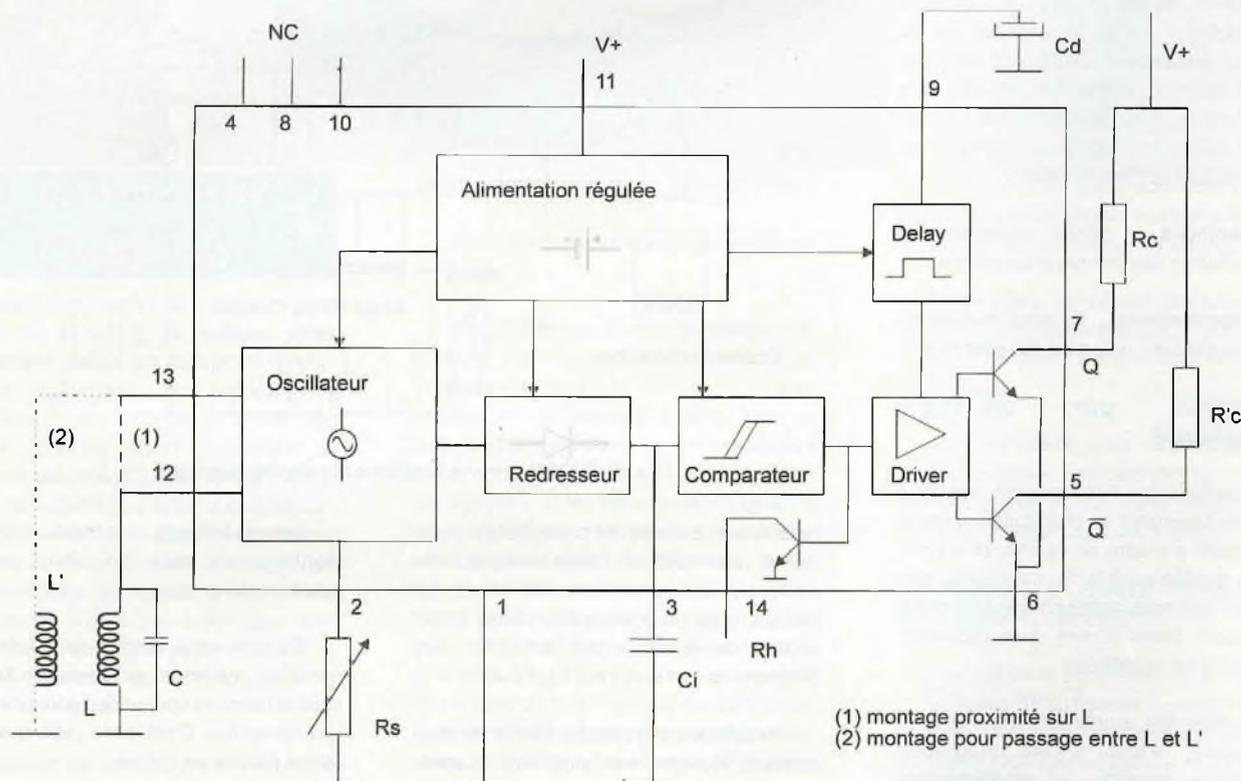

Figure 5 Structure interne du TCA205A et fonctionnement
La figure 5 vous donne la structure interne en synoptique.
Tout d'abord, on trouve un oscillateur, dont la fréquence dépend de la self (ou des selfs) et d'un condensateur, tous externes. On pourrait en effet placer une self en broche 12 et une autre en broche 13 pour une détection de passage entre celles-ci (option (2)). Mais c'est une application industrielle, non adaptée à notre projet. Aussi les broches 12 et 13 seront reliées ensemble, comme sur le schéma (fig 5), en option (1). Une résistance variable,  $R_s$ , en broche 2 permet d'ajuster a priori le taux d'amortissement, pour précéder en quelque sorte, les effets qui surviendront, et donc se rapprocher du seuil de sensibilité, à l'optimum de variation d'amplitude. Cette oscillation est redressée et intégrée pour
Suivons ensemble, sur la figure 5, le résultat des choix effectués et par voie de conséquence, le schéma d'application.